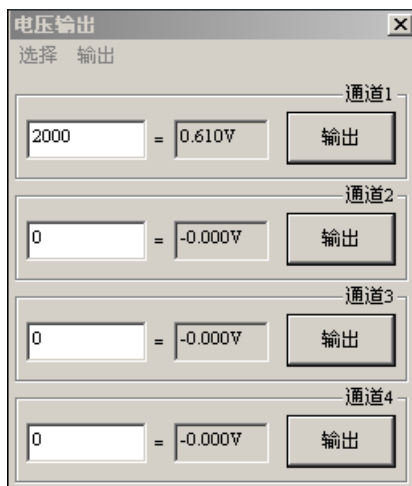

图 4-18 电压输出对话框
- (1) 断开端子板上轴信号连接线缆，将万用表选至电压测量档，地线连接端子板轴信号的pin13数字地，万用表正线测试轴信号接口的pin8（DAC）模拟输出接口；
- (2) 在MCT2008软件主界面点击菜单“视图”->“电压输出”，将会弹出电压输出模块对话框，如图4-18所示；